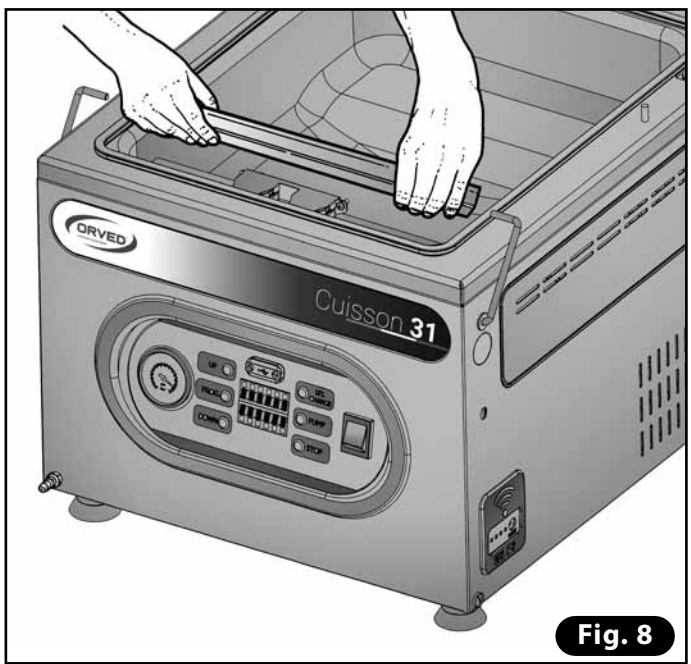

Fig. 8
- 5) Riporre la barra saldante nella vasca, prestando attenzione all'innesto corretto della stessa nei contatti elettrici (Fig. 8).